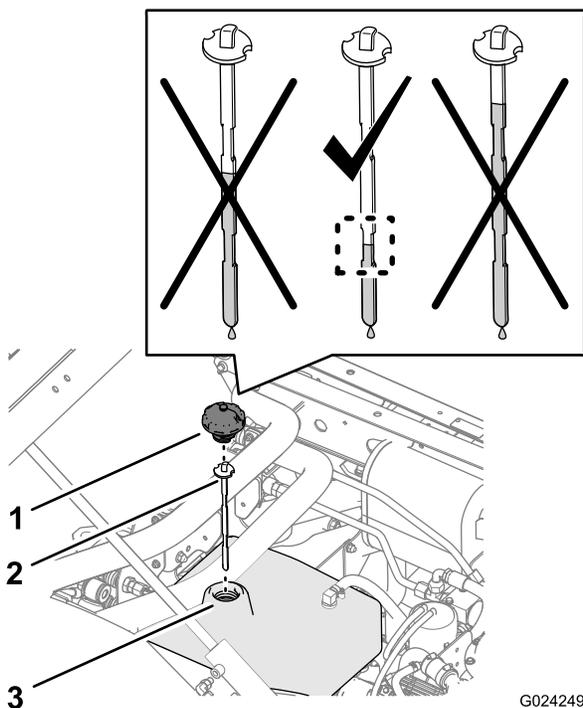
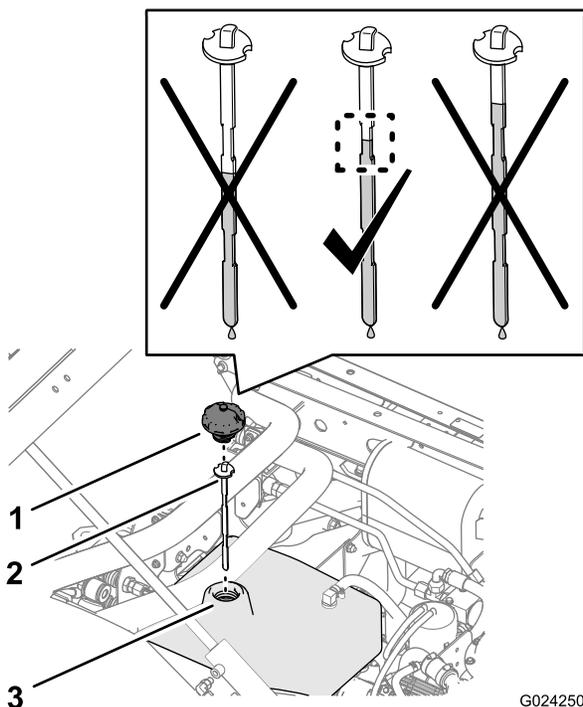

Figure 23
Figure 24
1. Nettoyez la surface autour du goulot et du bouchon du réservoir hydraulique (Figure 23 et Figure 24).
2. Enlevez le bouchon et la jauge du goulot de remplissage du réservoir et essuyez la jauge sur un chiffon propre (Figure 23 et Figure 24).
3. Remettez la jauge dans le goulot de remplissage, ressortez-la et contrôlez le niveau de liquide (Figure 23 et Figure 24).
4. Si le niveau est trop bas, ajoutez du liquide hydraulique spécifié dans le réservoir pour faire monter le niveau au milieu de la zone plus étroite de la jauge (Figure 23 et Figure 24).
5. Insérez la jauge et le bouchon dans le goulot de remplissage du réservoir (Figure 23 et Figure 24).